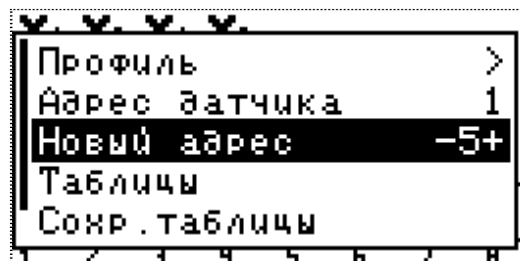

Рисунок 29
9. Кнопками **«Вверх»** и **«Вниз»** выбрать пункт **«Адрес датчика»** и кнопками **«Плюс»** и **«Минус»** задать **текущий программный адрес** подключенного датчика (см. «Рисунок 29») или выбрать **«АВТО»** если адрес неизвестен.
10. Кнопками **«Вверх»** и **«Вниз»** выбрать пункт **«Новый адрес»** и кнопками **«Плюс»** и **«Минус»** задать **новый программный адрес** (см. «Рисунок 29»). После этого нажать кнопку **«Меню»**. В результате удачного переименования на экран будет выведено сообщение – **«Выполнено»**.